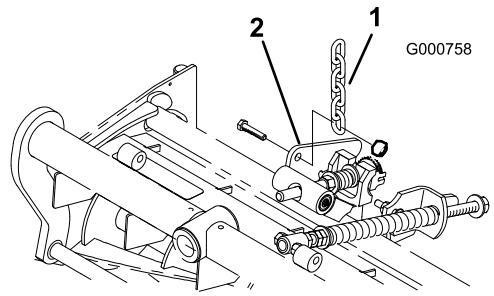

図 6
12. ターフ補正スプリングのブラケットをカッティングユニット・スタビライザの耳に止めているナットを外す(図 6)。チェーンをキャップスクリュに通し、外したナットで固定する。